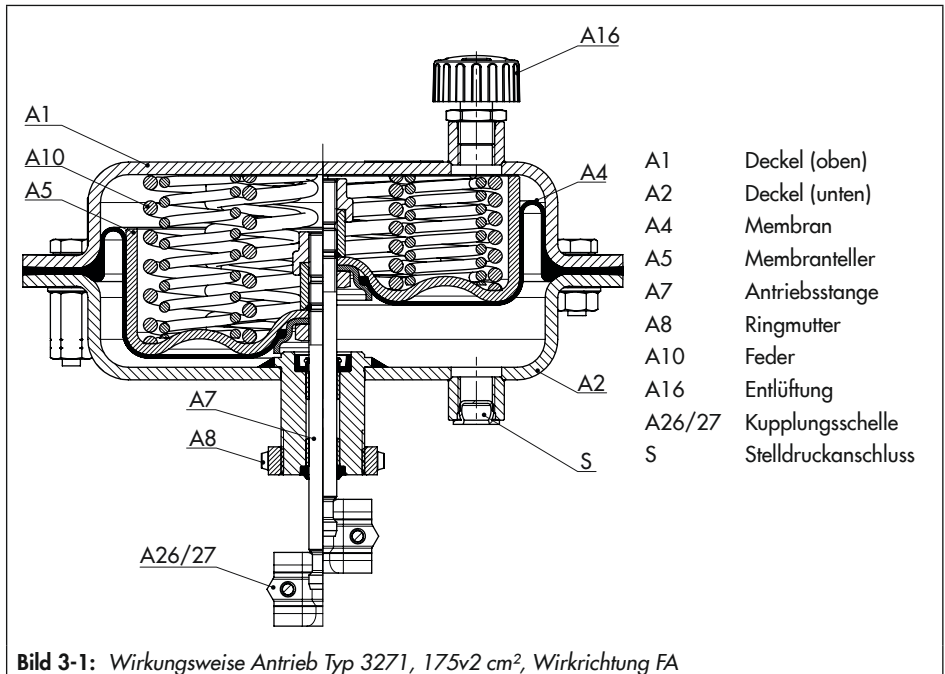

Bild 3-1: Wirkungsweise Antrieb Typ 3271, 175v2 cm², Wirkrichtung FA
Im Wesentlichen besteht der Antrieb aus den beiden Deckeln (A1, A2), der Membran (A4) mit Membranteller (A5) und den Federn (A10), vgl. Bild 3-1.
In der Ausführung „Antriebsstange durch Federkraft ausfahrend FA“ wird der Stelldruck über den unteren Stelldruckanschluss (S) in die untere Membrankammer geführt und bewegt die Antriebsstange (A7) gegen die Federkraft nach oben (vgl. Bild 3-1).